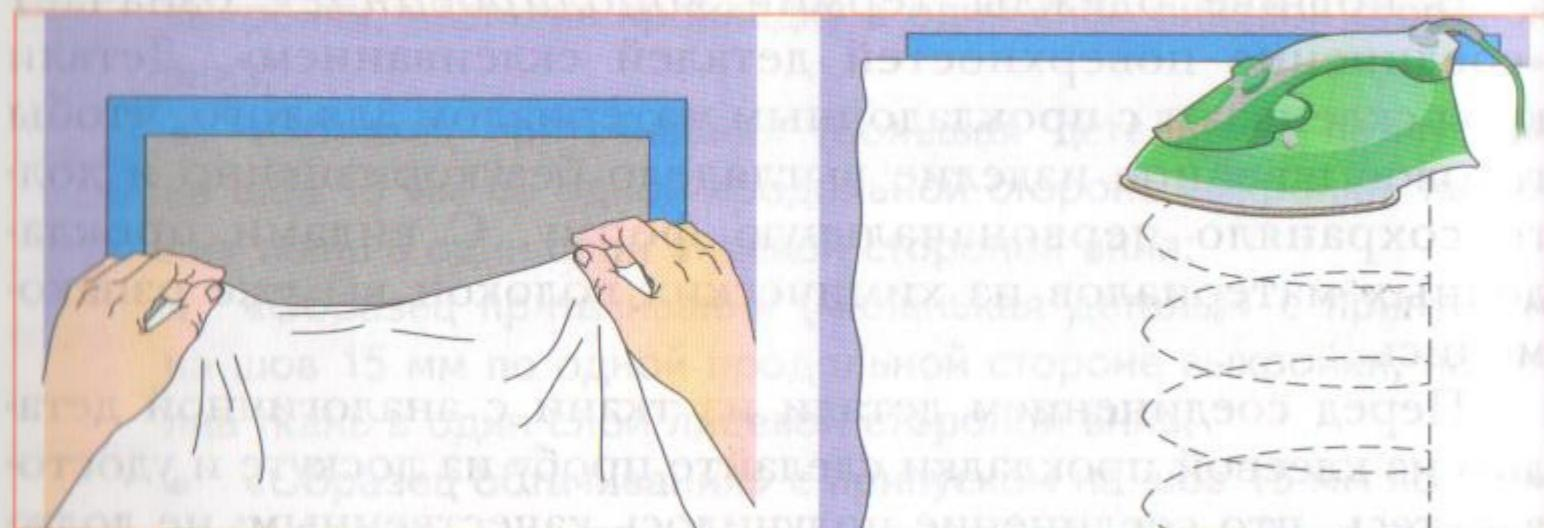

Рис. 81 Приутюживание клеевой прокладки
4. Приутюжить прокладку, действуя горячим утюгом, как прессом, каждый раз время приутюживания – 8–12 секунд. Нельзя делать скользящие движения – только поднимать утюг, ставить на новое место и прижимать (рис. 81).